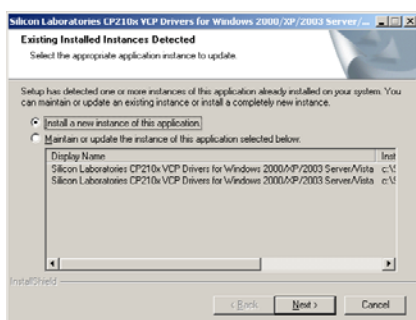

図10 USBドライバのインストール画面1
- ①PC 接続キット付属のパソコン用アプリケーションCDより「CP210x\_VCP\_Win2K\_XP\_S2K3.exe」を実行します。すると図10の画面が表示されます。